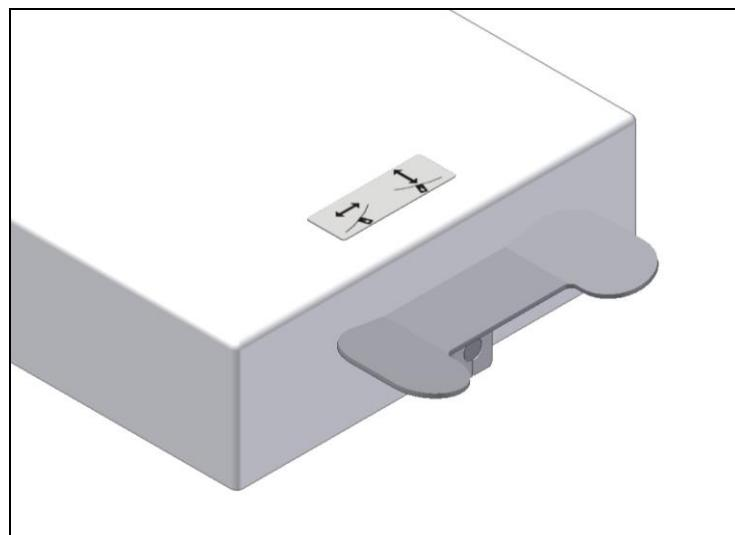

Рис.5
1. Не перемещайте устройство с включенными тормозами. Для перемещения пользуйтесь специальными рукоятками и педалью направления передних колес (см. Рис.5).